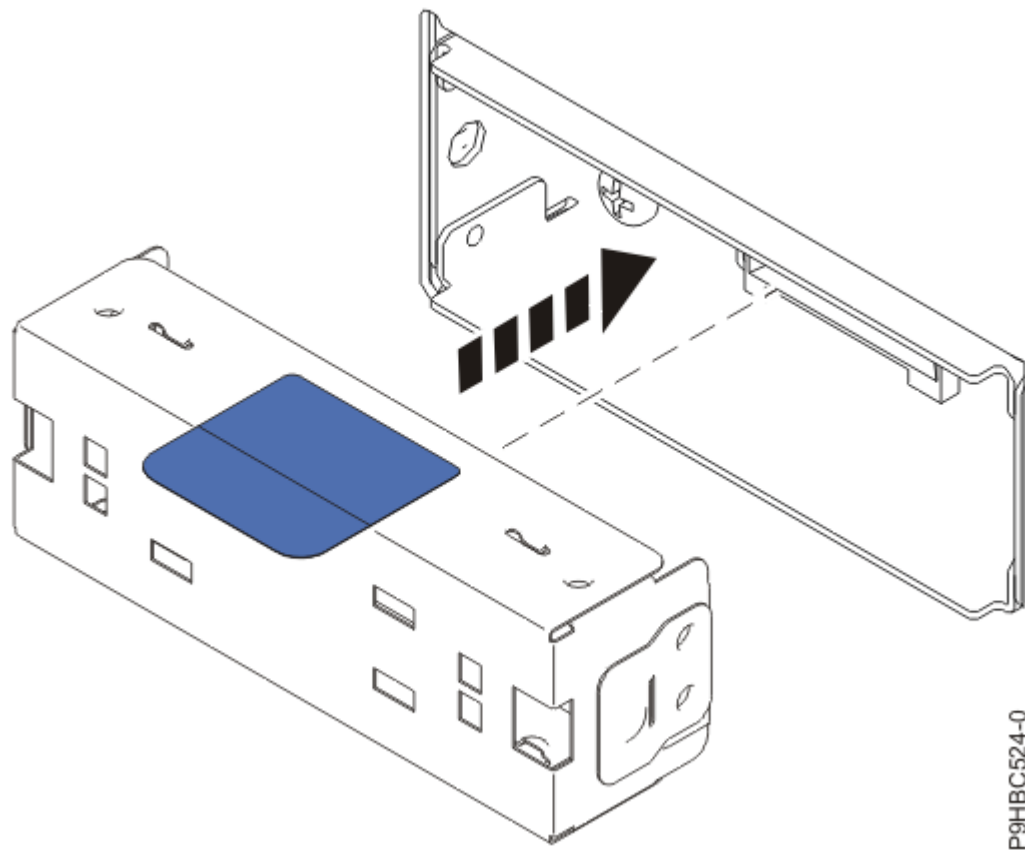

Figure 43. Insertion du panneau d'obturation d'écran
3. Si vous déplacez un écran de panneau de commande vers un autre système, remplacez cet écran par un panneau d'obturation, comme illustré à la Figure 43, à la page 45.